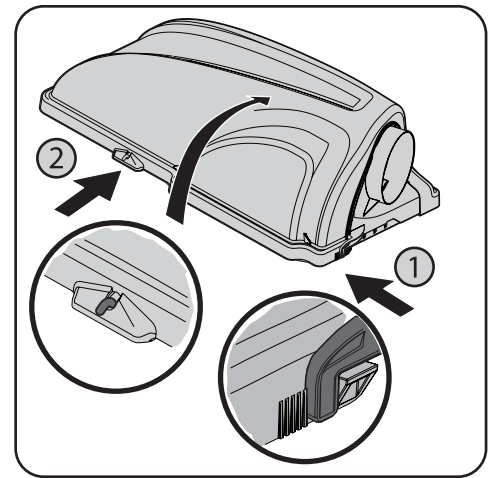

Figura 4-22
- Fije el codo del canal a la plataforma usando una perilla de aletas (720-04122) del paquete de herrajes 689-01419. Consulte la Figura 4-22.
Nota: Si la hubiera, retire la cubierta protectora de la clavija de montaje en la plataforma de corte como se muestra en el recuadro superior de la Figura 4-22.